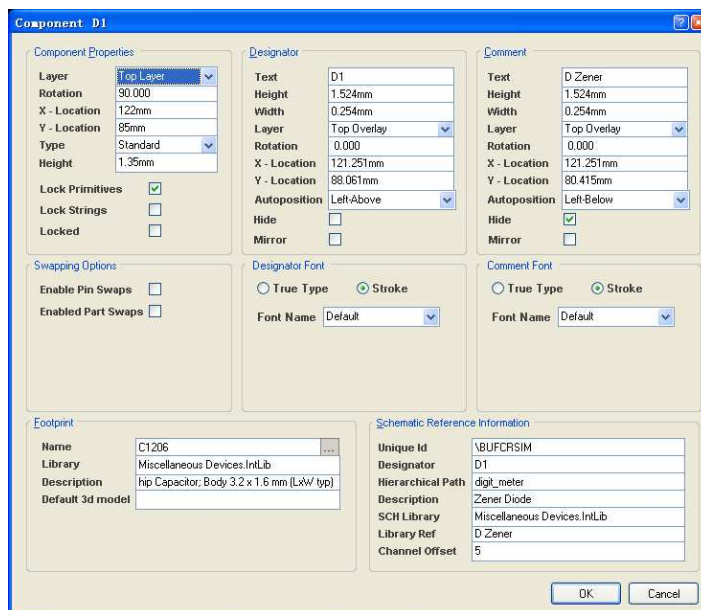

图 7.86 “Component D1”对话框
(3) 双击元件“D1”，打开如图 7.86 所示的“Component D1”对话框。